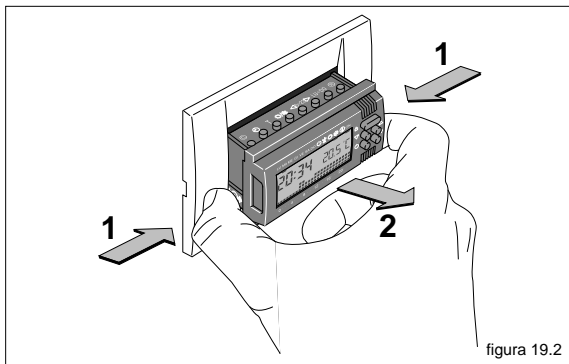

figura 19.2
Premere sulle due alette laterali (1) in corrispondenza del simbolo  ed estrarre completamente il corpo (2) (figura 19.2).